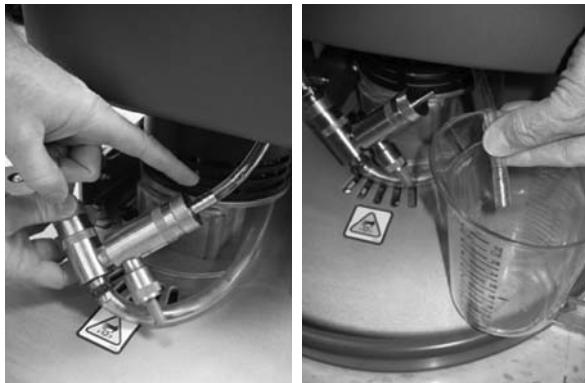

FIG. 78
3. Débranchez du dispositif d'injection l'autre extrémité du tuyau d'alimentation FaST et videz le détergent du tuyau d'alimentation (Figure 78). Rebranchez le tuyau après la vidange.